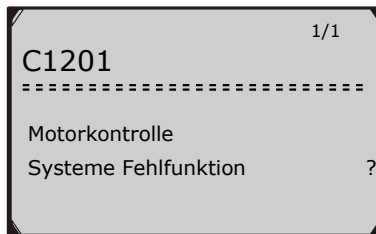

Abbildung 4.3
- 3) Überprüfen Sie die ausgewählten Daten auf dem Bildschirm. (Abbildung 4.3)